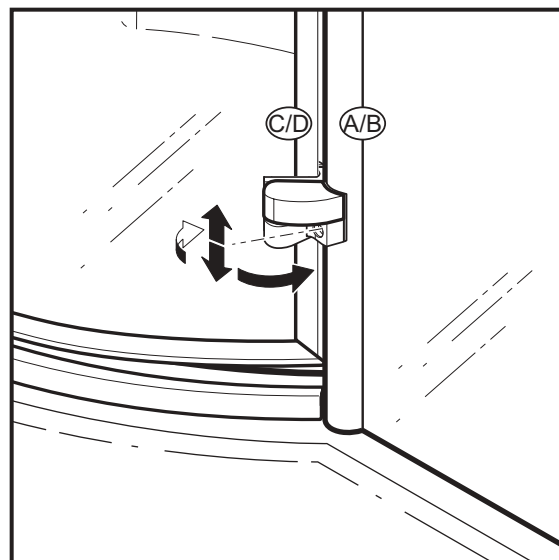

FIG. 8
- By pivoting from left to right the bottom hinges, adjust the pivoting panels (C, D) until the magnets are in full contact (Fig. 8). Tighten the hinge screws. Repeat the operation on the other side. Unscrew alternately either the top or bottom hinge screw until the doors are completely waterproof.
- Ajustez les panneaux pivotants (C,D) afin que les aimants soient en contact sur toute la hauteur, en pivotant les charnières du bas de gauche à droite (Fig 8). Serrez les vis des charnières. Répétez pour l'autre côté. Continuez en dévissant par alternance soit celles du haut ou du bas, jusqu'à ce que les portes soient étanches.
- Girando las charnelas inferiores izquierda y derecha (Fig. 8), ajuste los paneles pivotantes (C, D) de modo que los imanes estén en contacto en toda la altura. Apriete los tornillos de las charnelas. Repita por el otro lado. Siga destornillando alternativamente los de arriba o de abajo hasta que las puertas sean estancas.